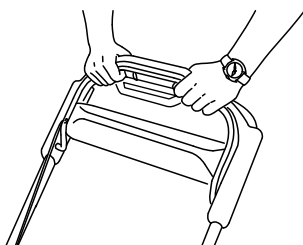

Figure 23
3. Maintenez la barre de commande des lames contre le guidon (Figure 23).